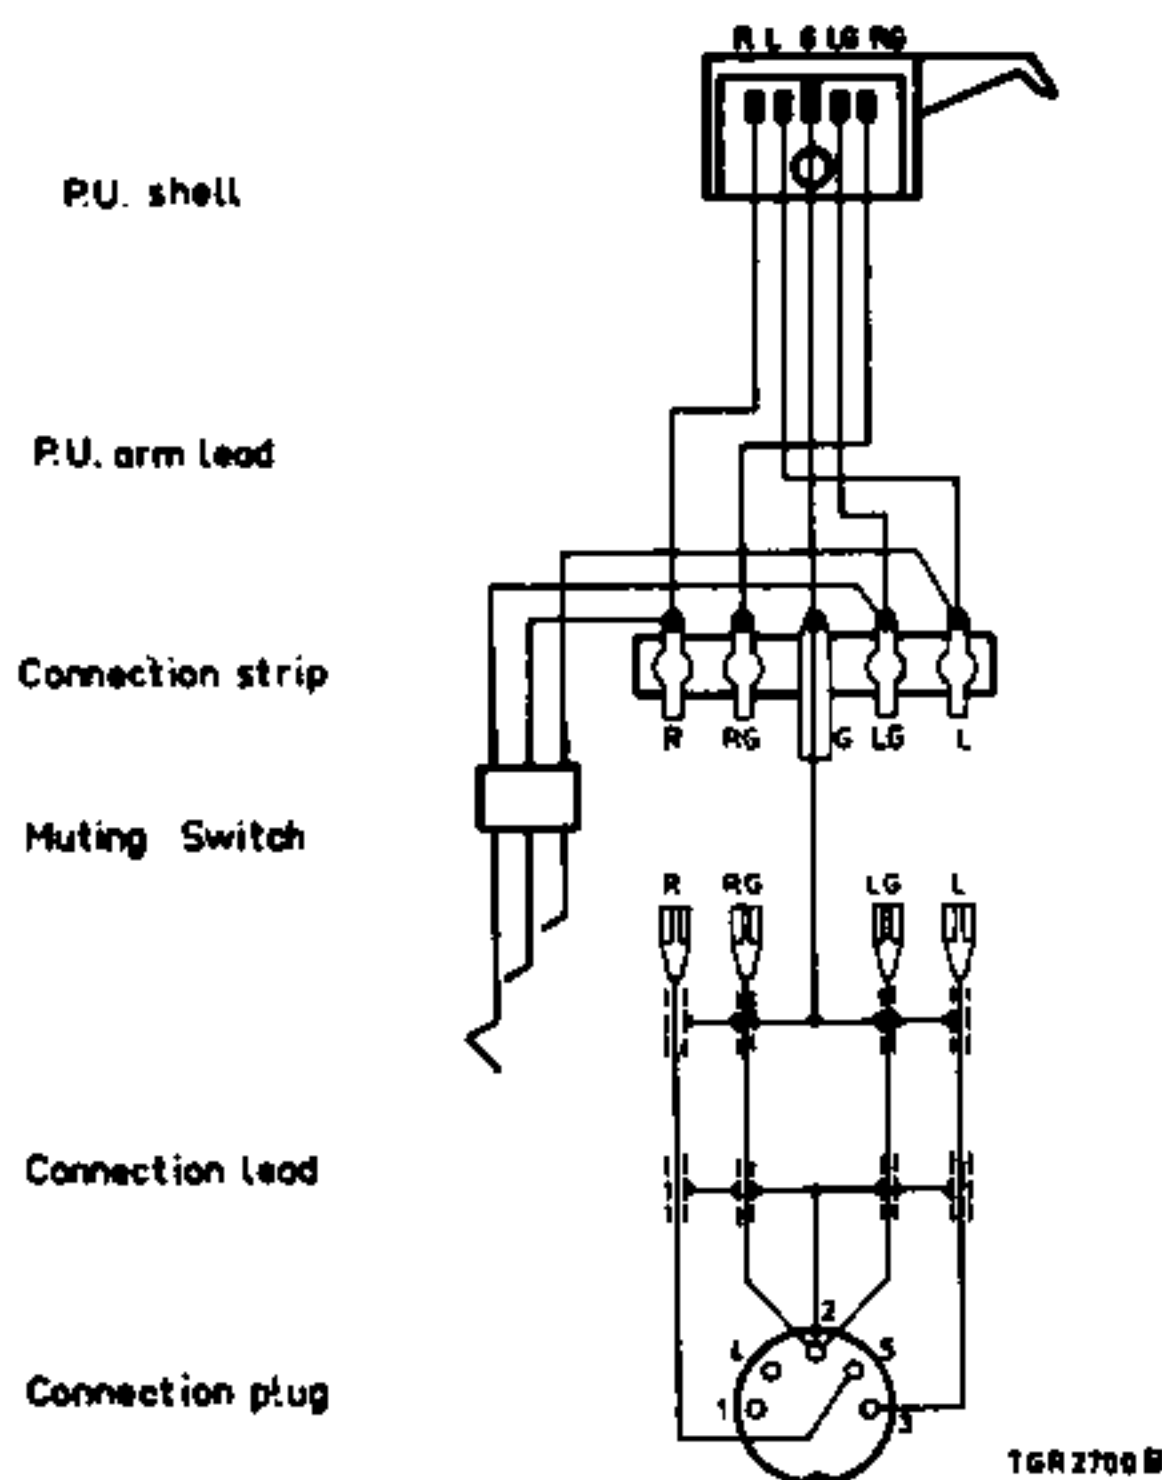

Fig. 1
a. Gelieve in fig.3 en 7, de aansluitingen van de PU-shell en de schakelaar te wijzigen volgens fig.1 en 2.